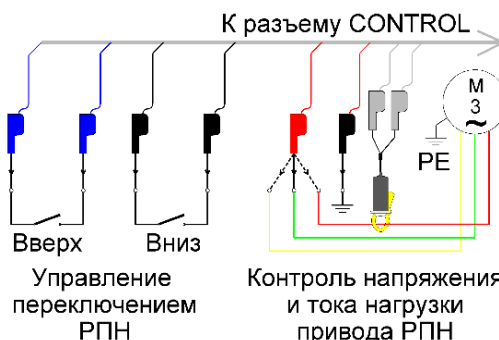

Рисунок 8-2. Схема подключения кабеля управления РПН
- подсоединить кабель высокого напряжения (1) и кабель низкого напряжения (2) к прибору TD-Tester;
- при наличии РПН и необходимости контроля напряжения и тока нагрузки привода РПН, а также управления переключением РПН подсоединить кабель контроля и управления переключением РПН (4) к прибору TD-Tester;
- подсоединить кабель высокого напряжения (1) и кабель низкого напряжения (2) ко входам трансформатора;
- при необходимости контроля углового перемещения привода РПН установите энкодер и подсоединить его кабель (3) к соответствующему разъему прибора TD-Tester;
- при необходимости контроля вибрации установите датчик вибрации на контролируемом элементе трансформатора и подсоединить его кабель (5) к соответствующему разъему прибора TD-Tester;
- подсоединить кабель контроля РПН (4) к соответствующим клеммам в шкафу управления РПН [Рисунок 8-2];